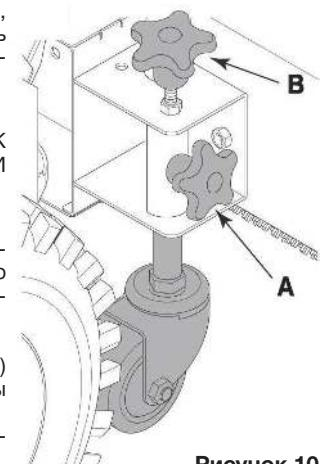

Рисунок 10
1. Открутите боковой регулятор (рисунок 10. A);
2. Поворачивайте верхний регулятор (рисунок 10. B) по часовой стрелке/ против часовой стрелки, чтобы поднять/ опустить ролики;
3. Зафиксируйте боковой регулятор после регулировки (рисунок 10. A);